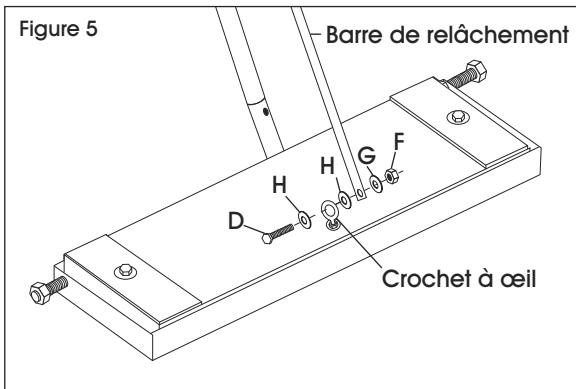

Figure 5
6. Attach bottom of release bar to magnetic sweeper base by aligning with eyehook and securing with two washers (H), one bolt (D), one washer (G) and one nut (F). (See Figure 5)
NOTE: Hardware must be placed in order, shown in Figure 5, to ensure release bar is fully attached.
6. Fixez la partie inférieure de la barre de relâchement à la base de la balayeuse magnétique en l'alignant avec le crochet à œil et en utilisant deux rondelles (H), un boulon (D), une rondelle (G) et un écrou (F). (Voir Figure 5)
REMARQUE : Le matériel de montage doit être utilisé dans l'ordre, comme indiqué sur la Figure 5, pour s'assurer que la barre de relâchement est complètement fixée.